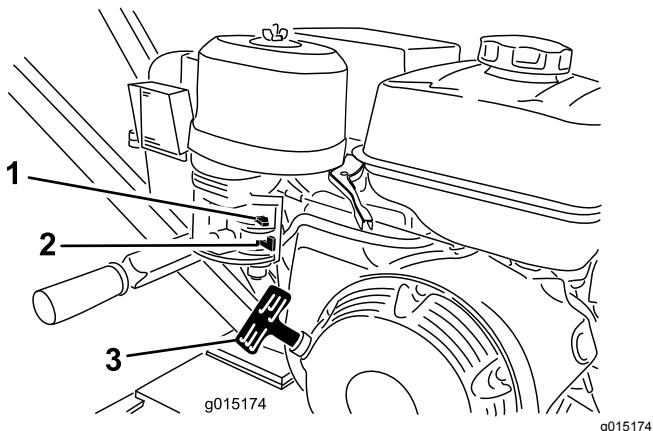

Figura 9
1. Mueva la válvula de combustible a la posición de ABIERTO, totalmente hacia la derecha (Figura 9).
2. Mueva la palanca del estárter a la posición de ABIERTO (Figura 9).
5. Tire suavemente de la cuerda del arrancador de retroceso hasta que note resistencia, luego tire con fuerza (Figura 9). Deje que el arrancador de retroceso vuelva lentamente a su posición inicial.